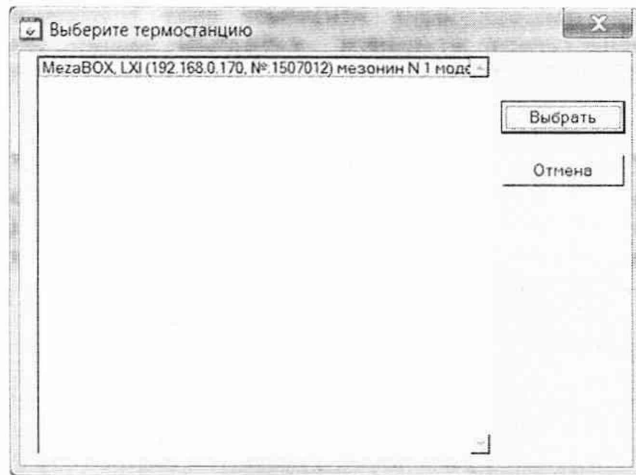

Рисунок 17
- 6) в открывшемся окне «Выберите термостанцию» (см. рисунок 17) выделить проверяемую ВТ-96, нажать кнопку «Выбрать» и дождаться исчезновения на управляющей панели надписи - «Идёт инициализация»;